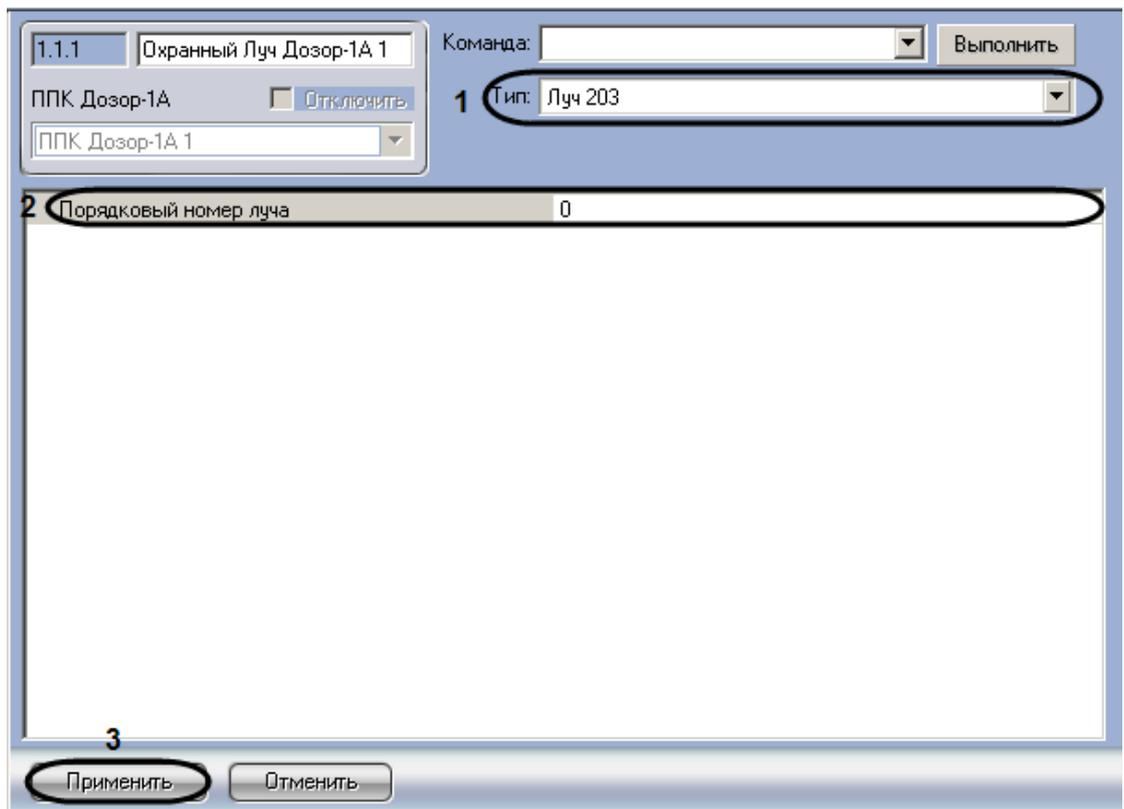

Рис. 3.6—2 Панель настроек объекта Охранный луч Дозор-1А
2. Из раскрывающегося списка **Тип** необходимо выбрать тип охранного луча с номером, который определяет набор входных и выходных параметров, а также алгоритм взаимодействий внешних устройств, входящих в этот луч (см. Рис. 3.6—2, 1).
3. В поле **Порядковый номер луча** необходимо ввести адрес охранного луча (см. Рис. 3.6—2, 2).